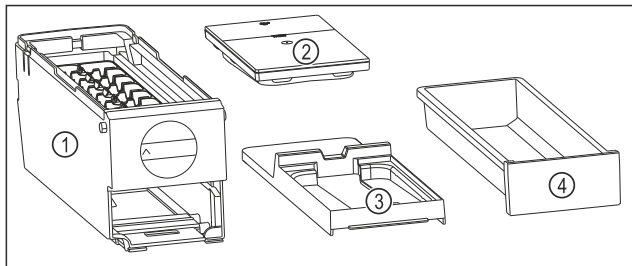

Fig. 143 Sestavni deli modula EasyTwist-Ice
- ▷ Modul EasyTwist-Ice je razstavljen na štiri dele. (glejte Fig. 143)
- ▶ Modul EasyTwist-Ice razstavite le na prikazane sestavne dele. (glejte Fig. 143)
- ▶ Glavni del EasyTwist-Ice Fig. 143 (1) očistite kot celoto.